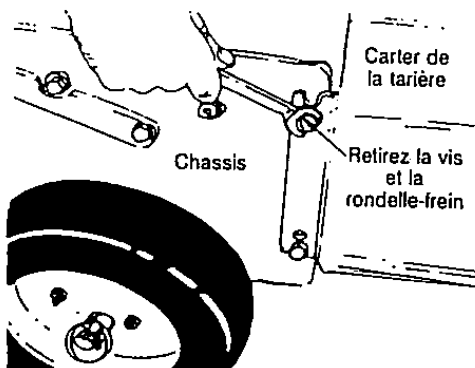

Figure 16
- Retirez les vis et rondelles-frein du haut, qui maintiennent le carter de la tarière sur le châssis. Utilisez une clé de 9/16^{es} de po. Voir la figure 16.